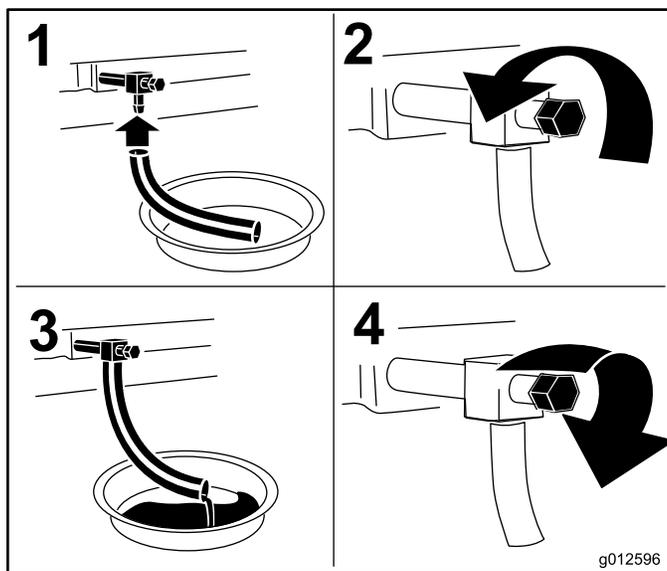

Bild 44
3. Stellen Sie vor dem Verlassen des Fahrersitzes den Motor ab, ziehen Sie den Schlüssel ab und warten Sie, bis alle rotierenden Teile zum Stillstand gekommen sind (Bild 44).
4. Wechseln Sie das Motoröl in den folgenden Situationen (Bild 44).